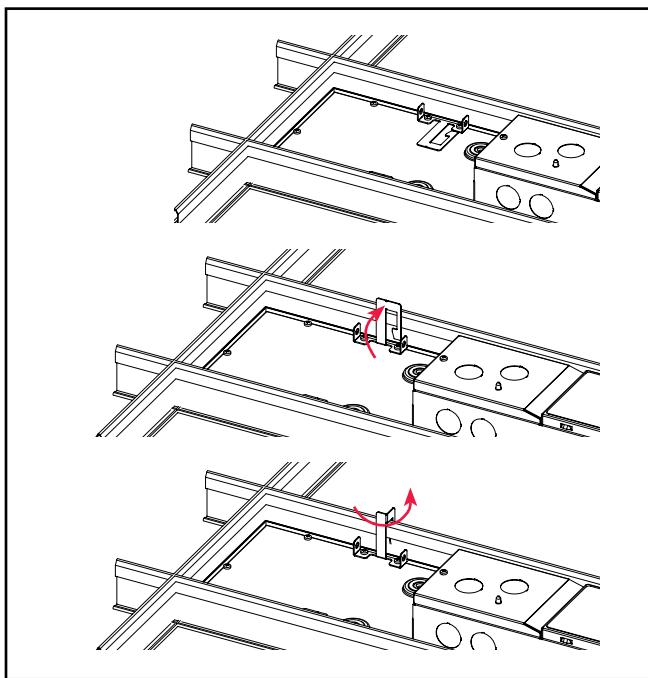

Figura 4.
6. Guíe las 4 lengüetas en la parte posterior de la luminaria por encima de la rejilla T doblándolas hacia arriba 90 grados en dirección perpendicular a la parte posterior de la luminaria. Luego doble lengüetas a 90 grados hacia el marco de la Rejilla T. (Figura 4.)